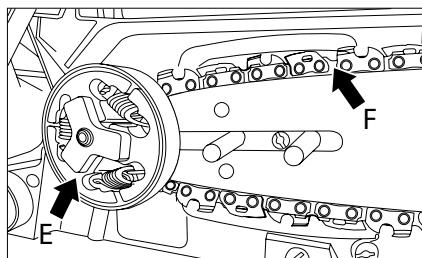

Fig. 8
6. Așezați lanțul pe roata de lanț (E). Verificați dacă verigile lanțului bine sunt plasate între dintii roții de lanț (Fig. 8).
7. Așezați verigile în canalul de ghidare a șinei (F) (Fig. 8).